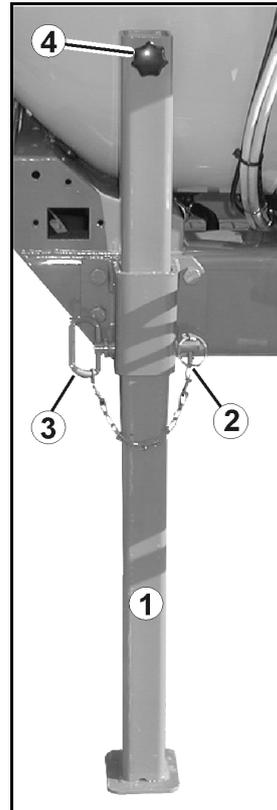

Fig. 40
### Pie de apoyo deslizante (Fig. 40/1) :
1. Soltar el pasador clavija (Fig. 40/2).
2. Extraer el perno (Fig. 40/3).